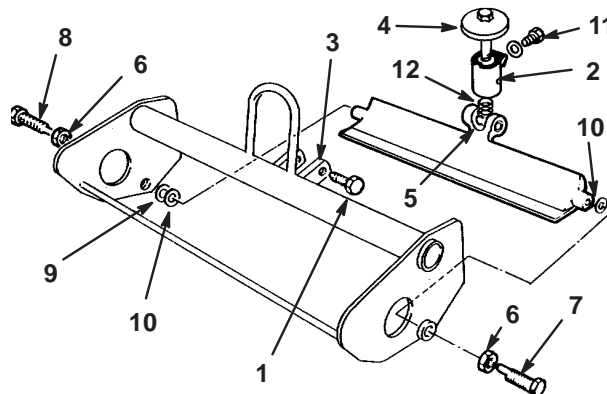

図 12
1. ピボット・アセンブリからスプリング・アーム保持用キャップスクリューとワッシャ取り、ベッドナイフのピボット・アセンブリをリール・フレーム・サポートに固定しているピボット・ネジをゆるめる (図12)。
2. 調整ノブをピボット・アセンブリを右に回して (左ネジ) ネジ溝から外す (図12)。
3. 左右のベッドバー・ピボット・ボルトを固定しているジャムナットをゆるめ、ピボット・」ボルトを抜き取る (図12)。
ショルダ・ボルトを抑えながらジャムナットを締める（図12）。
4. 調整ノブとピボット・アセンブリとをベッドバー・ピボットの平たい側にねじ込み、ピボット・アセンブリの取り付け穴をリール・フレームのサポートの穴にそろえ、ベッドナイフがリールと当たらないようにする（図12）。